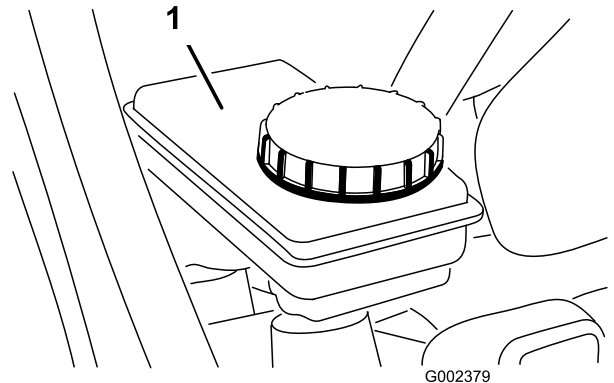

图 55
5. 确保油位达到刹车油油箱上的“已满”标记线图 55。
- 如果油位过低请清洁油箱盖的周围取下油箱盖向油箱添加指定刹车油到适当油位图 55。